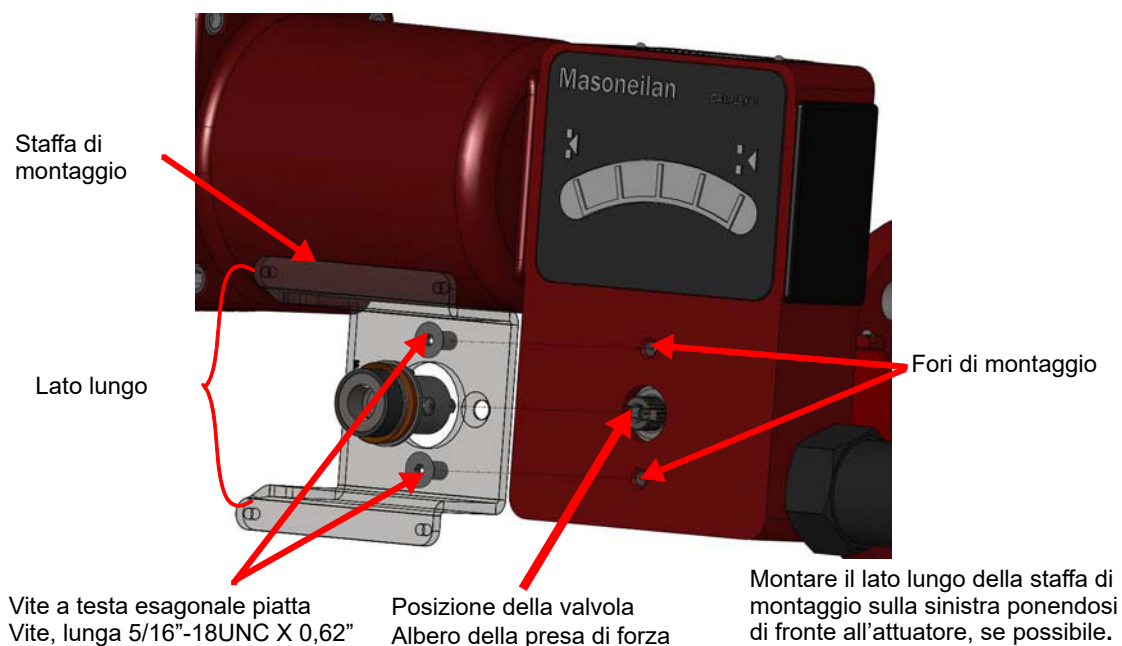

Figura 14 - Staffa di montaggio rotativa su attuatore valvola
1. Fissare la staffa di montaggio sull'attuatore (Figura 14).